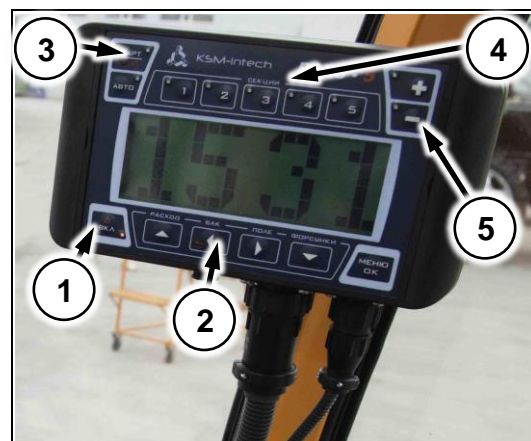

Рис. 81
- (Рис. 81/1) – кнопка питания
- (Рис. 81/2) – кнопки управления
- (Рис. 81/3) – кнопка включения опрыскивания
- (Рис. 81/4) – кнопки включения секций
- (Рис. 81/5) – кнопки регулировки расхода жидкости